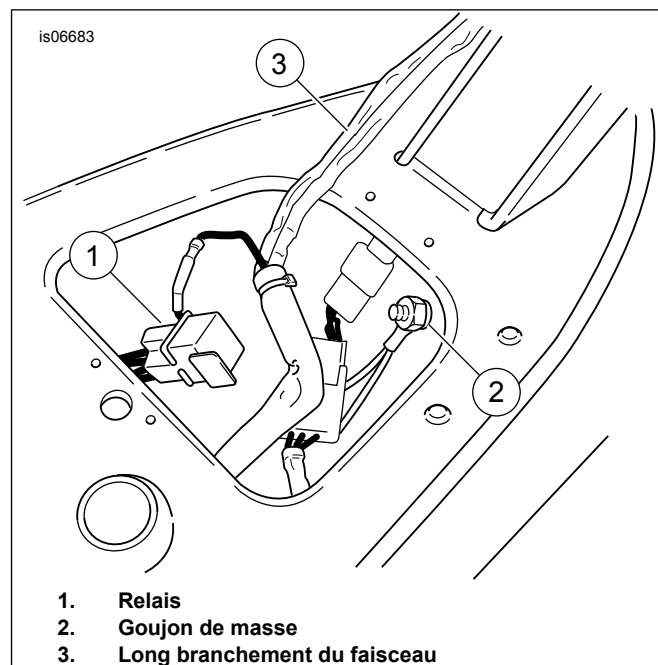

Figure 5. Installer le faisceau de fils (FXDWG illustré)
11. Voir Figure 5. Installer le faisceau de fils. Placer le relais (1) dans l'ouverture du logement de siège et acheminer le long branchement du faisceau (3) le long du tube central du cadre.